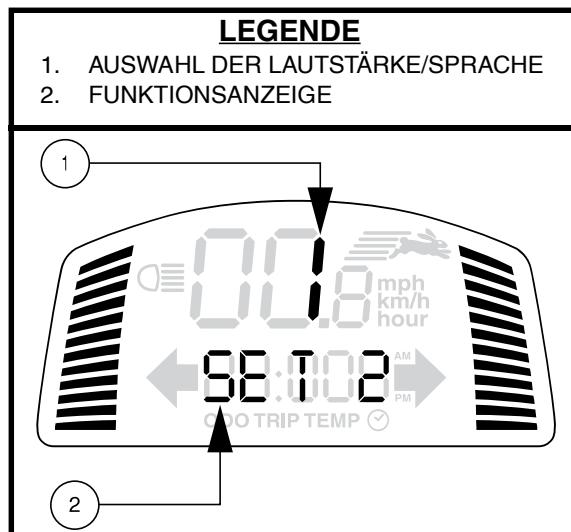

Abb. 5. Anzeige der Lautstärkeeinstellung
HINWEIS: Die Blinker sind so eingestellt, dass sie sich nach 15 Sekunden automatisch abschalten. Während der Blinker aktiv ist, ertönt ein Warnton. Siehe Abbildung 5 für die Einstellung der Lautstärke.
HINWEIS: Wenn die 4-Wege-Blinker blinken, ertönt für die Dauer der eingeschalteten Warnblinker zusätzlich ein Warnton. Siehe Abbildung 5 für die Einstellung der Lautstärke.
- Drücken Sie den High-Low-Knopf einmal, um die Geschwindigkeit auf „High“ („Hoch“) einzustellen. Die High-Low-Anzeige wird auf dem LCD-Bildschirm angezeigt. Siehe Abb. 5. Wenn Sie diese Einstellung zusammen mit den Einstellungstasten für die Geschwindigkeit verwenden, kann das Elektromobil Geschwindigkeiten bis zur voreingestellten Maximalgeschwindigkeit des Elektromobils erreichen.
Mit Hilfe dieser Einstellknöpfe können Sie die Geschwindigkeit Ihres Elektromobils vorauswählen und begrenzen. Angezeigt wird sie in der Anzeige für die Maximalgeschwindigkeit auf dem LCD-Bildschirm. Siehe Abb. 5.
Die Lautstärke der Warnblinker, der Hupe, des Signaltos bei geringer Spannung, der Blinker und der Piepstöne bei Fehlermeldungen kann separat erhöht, reduziert oder ausgeschaltet werden. Siehe Abb. 5.